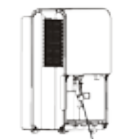

Fig. 12
- Scoateți sertarul de apă, și curățați filtrul pompei (Fig.12)